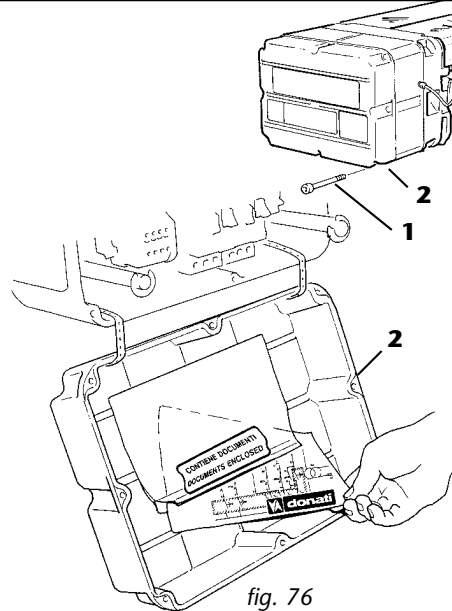

fig. 76
3. Svitare completamente le viti -1- che fissano il coperchio del vano lato connessioni elettriche (quello opposto al motore), rimuovere il coperchio stesso -2- ed accertarsi della presenza, all'interno del vano, dello schema elettrico (fig. 76).
6. Ricollocare lo schema elettrico nel vano connessioni, richiudere il coperchio -2- avendo cura di non danneggiare la guarnizione e/o il relativo piano di tenuta ed avvitare, a fondo, tutte le viti -1- (fig. 76).